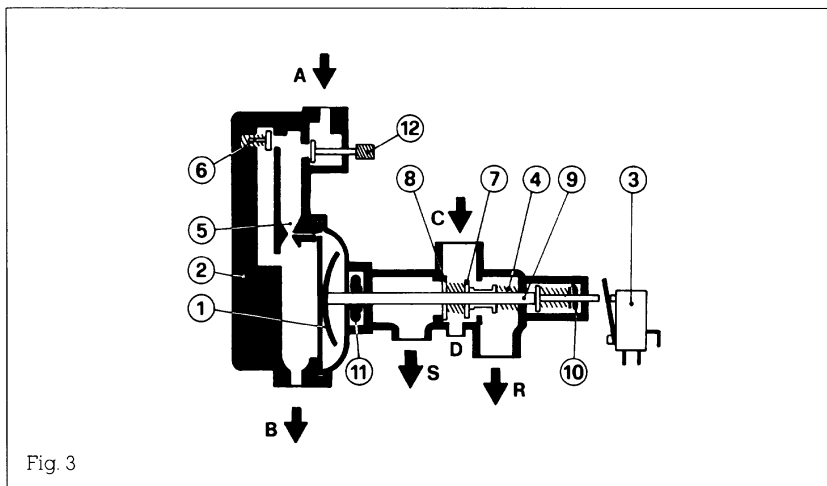

Fig. 3
Gruppens funktion er (fig. 3) at sprede vandet, der kommer fra varmeveksleren (C) og normal flydende mod **R**, i retning **S** på varmeveksleren for varmt/koldt vand, når der anvendes varmt vand.